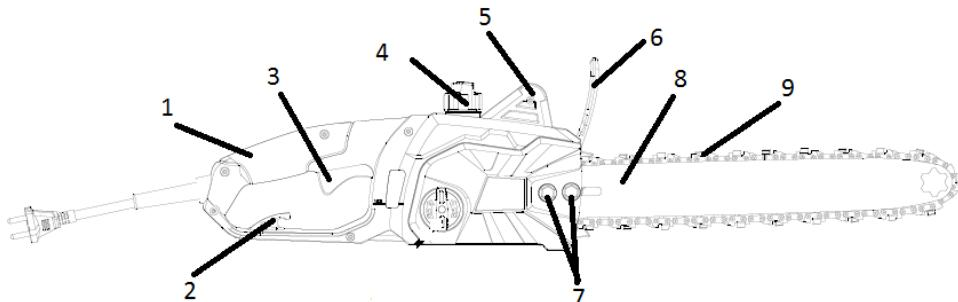

Рисунок 1
пильальної гарнітури у складі шини (8), пильального ланцюга (9), однофазного колекторного двигуна з подвійною ізоляцією, який встановлений перпендикулярно – вісі виробу, – згідно рис. 1. Самогальмування системи відбувається після вимкнення живлення практично миттєво,
**Пильальна гарнітура** - консольного типу, складається з напрямної шини (8), пильального ланцюга (9), які під'єднані до двигуна через ведучу шестерню(зірочку). Змащення направляючого паза шини в процесі роботи - безперервне, автоматичне, за допомогою насоса. Насос і мастильний бачок з кришкою (4) для змащення ланцюга розташовані в корпусі виробу. Натягування ланцюга забезпечується за допомогою натяжного пристроя, який приводиться в дію вручну маховичком (10).
4.1.1 Для увімкнення виробу натисніть на кнопку блокування від випадкового ввімкнення (розташована на основній рукояті), а потім на важіль перемикача (3) (рис. 1). Для відключення виробу слід важіль відпустити.